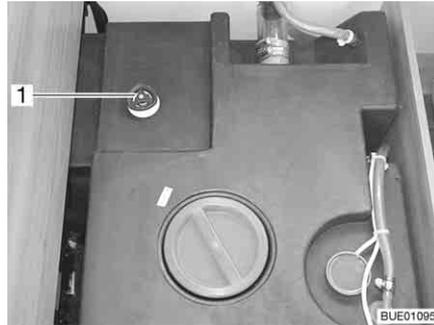

Fig. 227 Réservoir d'eau avec poignée tournante
- Faire tourner la poignée tournante (Fig. 227, 1) du réservoir d'eau à fond dans le sens contraire des aiguilles d'une montre au-delà de la résistance pour ouvrir entièrement l'ouverture d'écoulement.